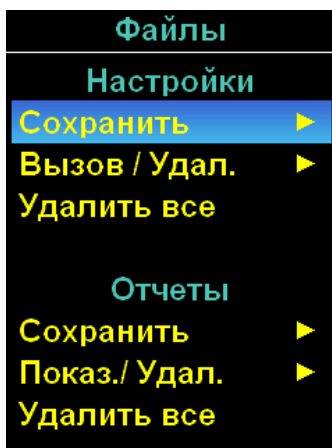

Рисунок 9 –
4.6.2 Работа с настройками осуществляется через подменю «Файлы» (см. рисунок 9).
5.4.2 Работа с отчетами осуществляется через подменю «Файлы» (см. рисунок 9).